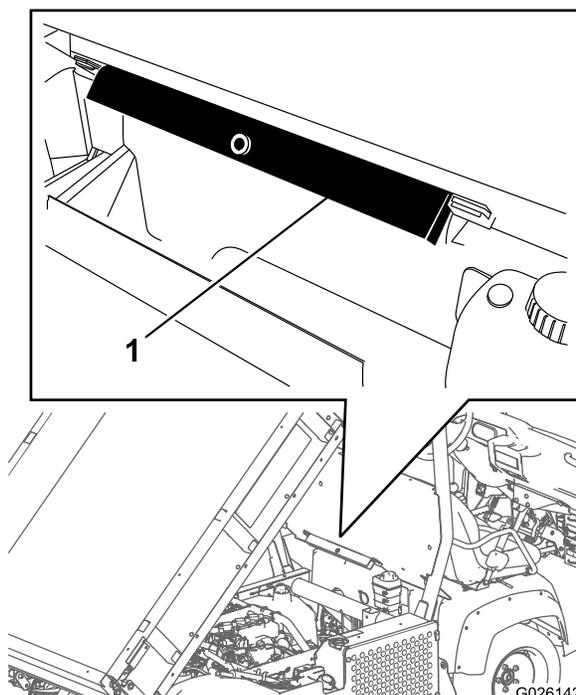

図 30
2. ROPS パネルの後ろについている保管用ブラケットから荷台サポート安全サポートを取り外す 図 30。